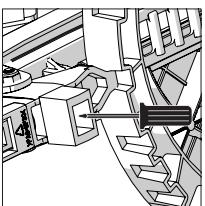

Fig. 14
- Retire y almacene de forma segura el bloqueo estabilizador de debajo de la palanca de bloqueo del tope positivo. (**Fig. 14**)